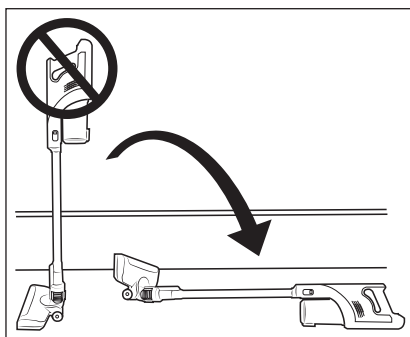

Fig. 9
- Ne placez pas l'aspirateur à la verticale si vous souhaitez le poser entre-temps ou ne plus l'avoir en main. Placez pour cela l'aspirateur dans le support mural **17** ou posez-le sur le sol (voir fig. 9 et 10). L'aspirateur risque sinon de basculer à cause de son centre de gravité haut et d'être endommagé et, dans certaines circonstances, d'endommager d'autres objets en se renversant.